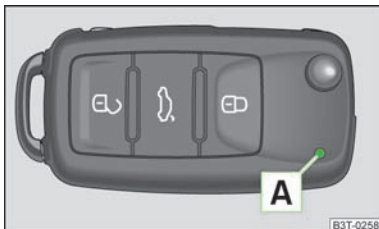
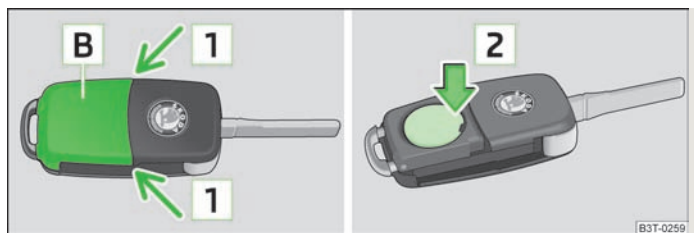

Fig. 9
Fig. 10 Telecomanda - scoaterea capacului / Scoaterea bateriei
La livrarea autovehiculului primiți două chei cu telecomandă » fig. 9.
Fiecare cheie conține o baterie, care se găsește sub capacul [B] » fig. 10. Când bateria este descărcată, după apăsarea unei taste a telecomenzii, lampa de control de culoare roșie [A] nu clipește » fig. 9. Vă recomandăm să vă adresați unui partener contractual ŠKODA pentru înlocuirea bateriei cheii. Dacă doriți totuși să înlocuiți singur bateria, procedați în felul următor:
- Apăsăți capacul bateriei cu degetul mare sau cu o șurubelniță cu vârf plat, în locurile marcate cu săgețile [1] » fig. 10.
- Prin apăsarea bateriei în jos, în locul marcat cu săgeată [Z], scoateți bateria descărcată din cheie » fig. 10.
Această funcție permite descuierea tuturor portierelor autovehiculului, a fiecărei portiere separat, a ambelor portiere de pe partea stângă sau dreaptă sau descuierea simultană a portierei șoferului și pasagerului față. Celelalte portiere și clapeta rezervorului de combustibil rămân încuiate și se vor descuia numai după o nouă descuiere de la tasta de descuiere de pe cheia cu telecomandă » fig. 9 sau de la tasta închiderii centralizate » fig. 12.